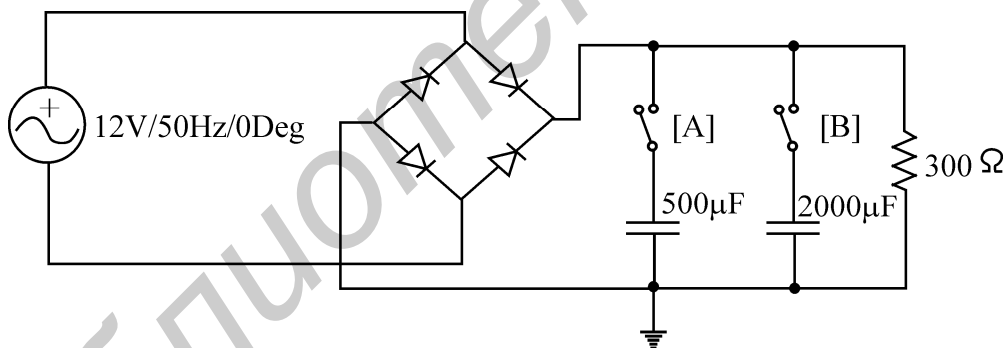

Рис.4.7. Модель для исследования выпрямителя
1.1. Соберите модель, как показано на рис. 4.7.